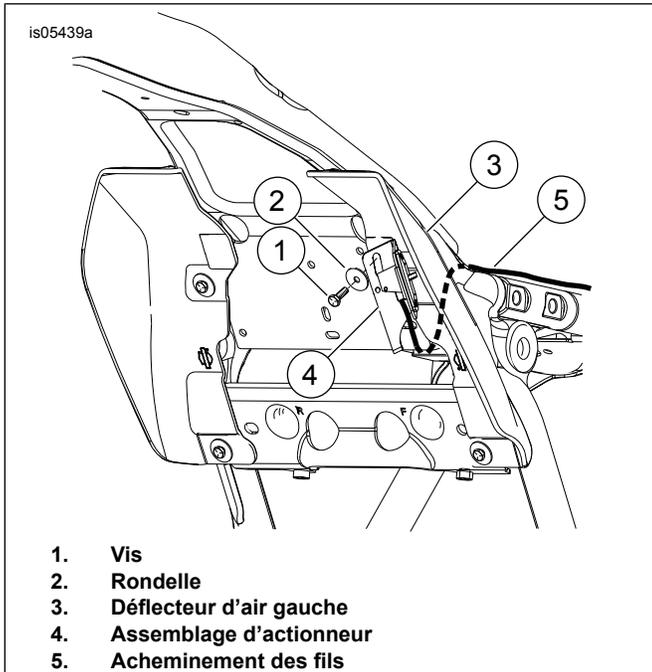

Figure 5. Installation de l'assemblage d'actionneur avec déflecteur d'air à mi-cadre
3. Consultez Figure 5 . Tirer la pince en plastique de la bougie hors du trou dans la plaque de cadre à l'endroit où le support de la poignée réglable sera monté. Jeter la pince du tuyau en plastique.
8. Voir la Figure 5. Vérifiez que le câble de réglage du dossier n'est pas relié au support de montage. À partir de l'extrémité de l'assemblage d'actionneur, acheminer le câble du dossier sous la plaque transversale et vers le haut à travers le cadre (5).
10. Voir la Figure 5. Glissez le côté plat du support de l'assemblage d'actionneur (4) derrière les fils et aligner le trou de montage supérieur du déflecteur sur la fente dans le support de la poignée réglable. S'assurer que le crochet/la patte pliée du support s'enclenche dans le bord de la plaque transversale. Une fois aligné, insérer la vis et la rondelle et serrer.